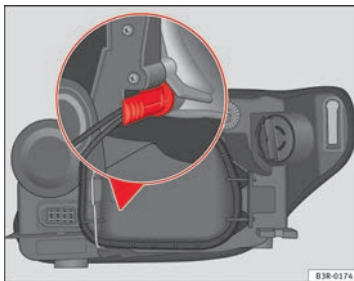

Abb. 198 Standlicht. Halter des Lampenträgers in senkrechter Stellung
- Die Glühlampe am Sockel so einsetzen, dass der Halter des Lampenträgers zur Wand in senkrechter Stellung bleibt ⇒ Abb. 198, und Druck auf den Sockel ausüben.